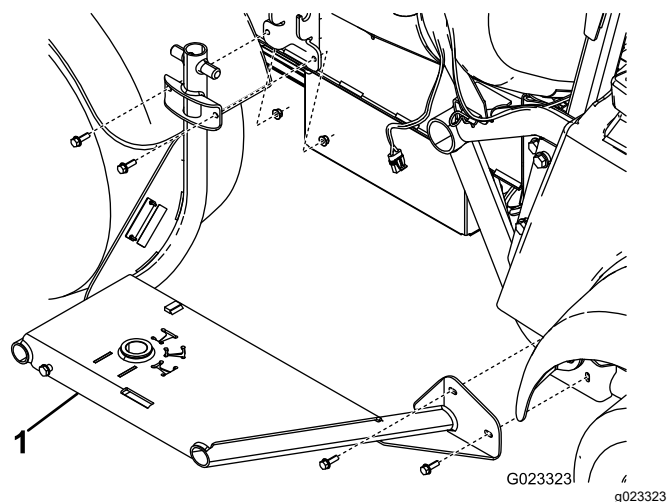

Figura 8
1. Monte a estrutura do cilindro de tubagem à parte lateral da máquina utilizando 4 parafusos (5/16 pol.) e porcas flangeadas (5/16 pol.) como se mostra na Figura 8.